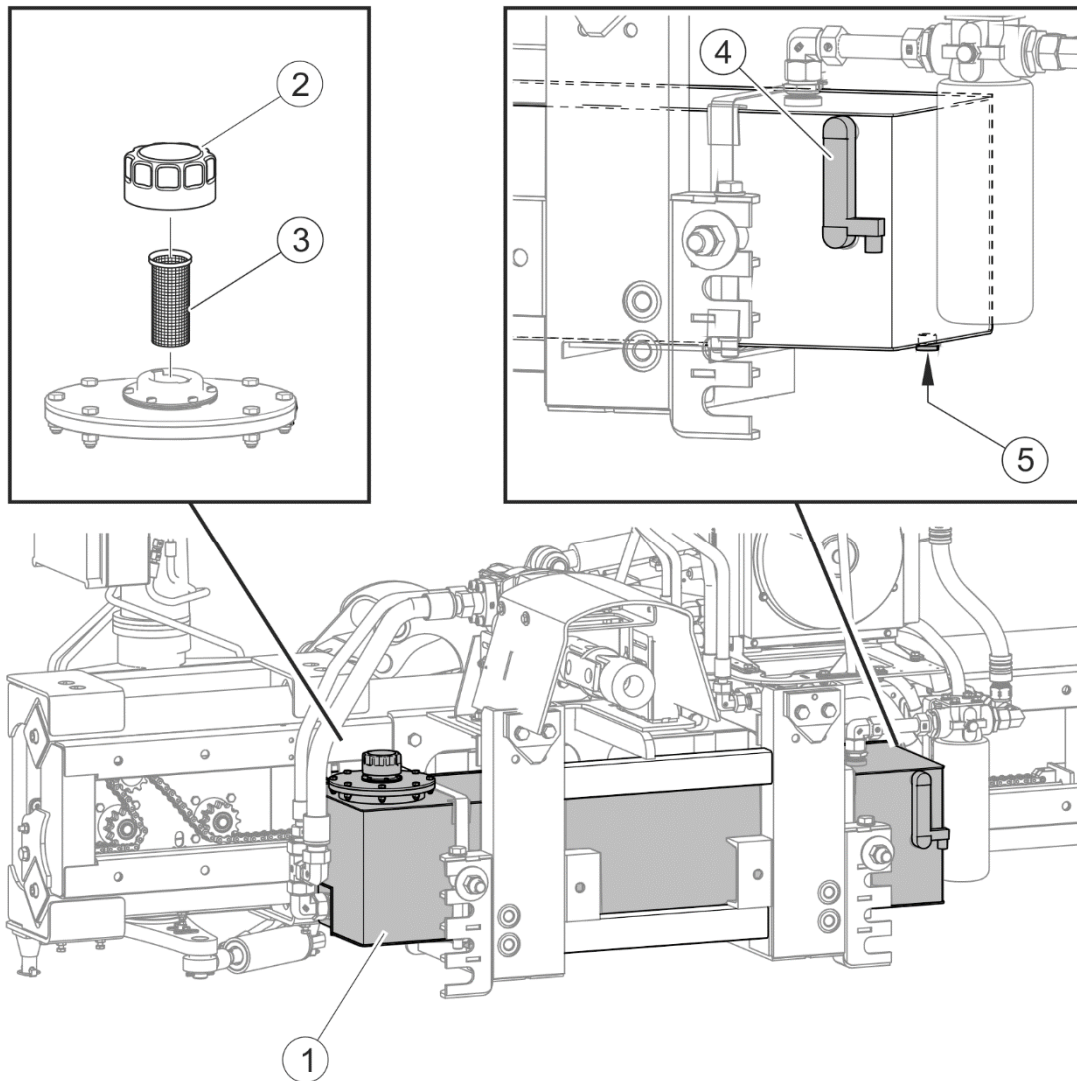

FIGURA 5.1 Rezervorul de ulei
Rezervorul de ulei (1) (FIGURA 5.1) are o capacitate de 120 l ulei hidraulic tip HL46. În fiecare zi trebuie să controlați etanșeitarea conexiunilor sudate în rezervor și conexiunile cablurilor hidraulice la rezervor.
După fiecare înlocuire a uleiului și filtrelor și la controlul zilnic al sistemului hidraulic al brațului multifuncțional trebuie să verificați nivelul de ulei pe indicatorul de tub (4) (FIGURA 5.1) a rezervorului. Plutitorul al indicatorului de tub trebuie să se afle în partea superioară. Indicatorul de ulei este echipat în senzor de nivel de ulei minim. În cazul aprinderii iluminatului (9) (FIGURA 4.6) de pe panoul de control al brațului trebuie să fie alimentat cu ulei în rezervor la nivelul cerut.